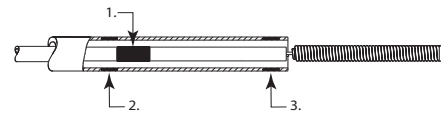

Рисунок 2
8. Продолжайте продвигать отсоединяемую спираль Axiom™ Prime вперед, пока установочная метка спирали на толкателе для имплантата не будет находиться немного дистальнее проксимальной метки микрокатетера (см. рис. 2).